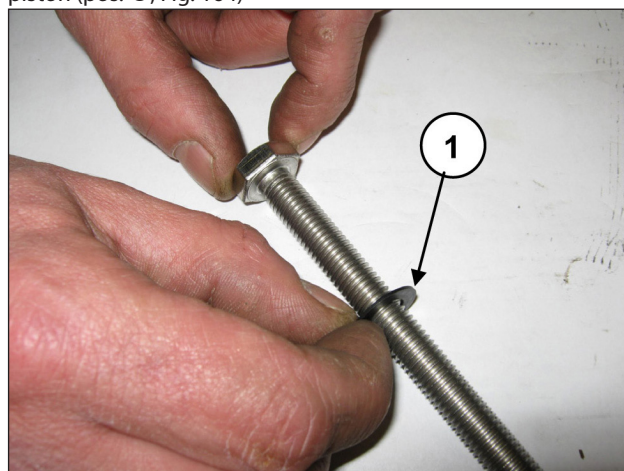

Fig. 164
Introducir la arandela Ø10x18x0.9 en el tornillo de fijación del pistón (pos. ①, Fig. 164)